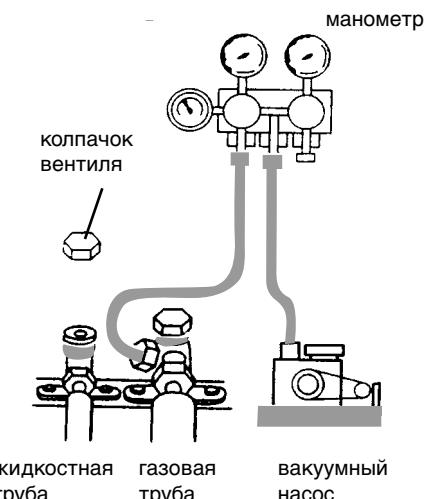

Рис. 10
5. Удалите воздух и жидкость, оставшиеся в системе хладагента с помощью вакуумного насоса (см. рис. 10).
10. Затяните колпачки вентилями (см. рис. 10).